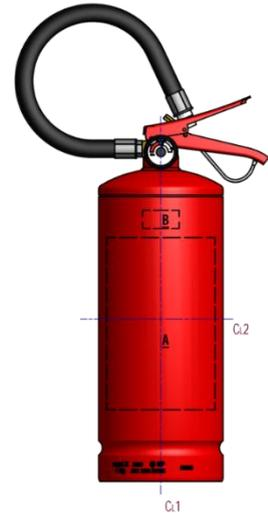

Figura 8 - Posicionamento do Quadro de Instruções
- Imaginariamente, crie uma linha de centro no sentido vertical extintor, tendo como base o indicador de pressão, conforme indicação "CL1" da Figura 8.
- Novamente, crie outra linha de centro imaginária no sentido horizontal do recipiente do extintor, desconsiderando os frisos, conforme indicação "CL2" da Figura 8.
- O selo de identificação da conformidade do INMETRO deverá ficar centralizado com a linha de centro vertical (“**CL1**”), logo acima do quadro de instruções, conforme retângulo tracejado com indicação “**B**” da Figura 8.